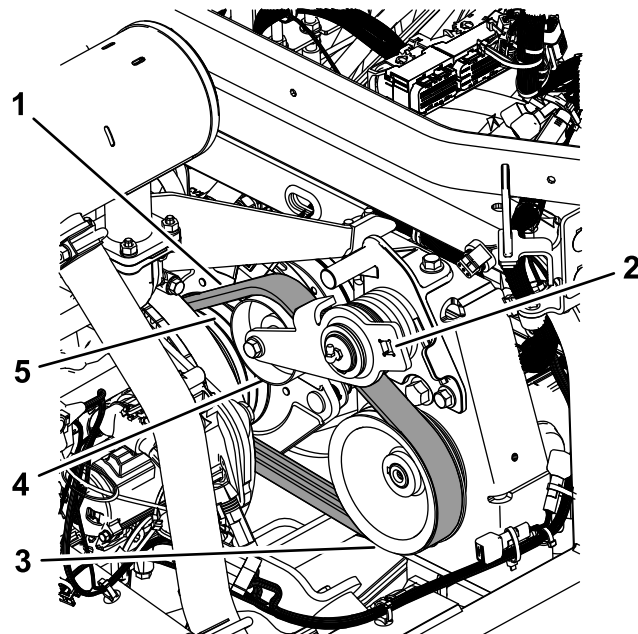

Figura 73
3. Enrute la correa sobre la polea del motor, la polea tensora y la polea de la bomba (Figura 73).